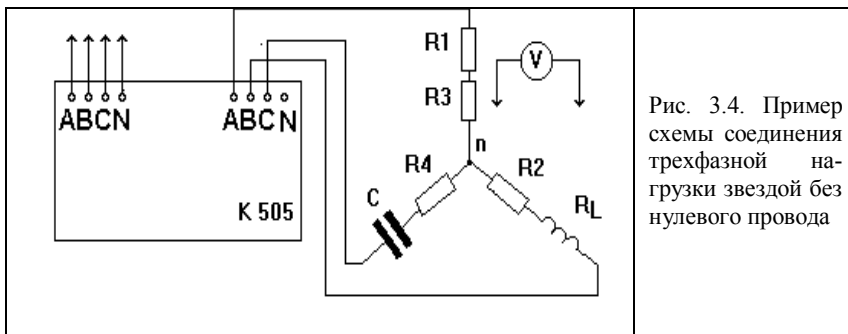
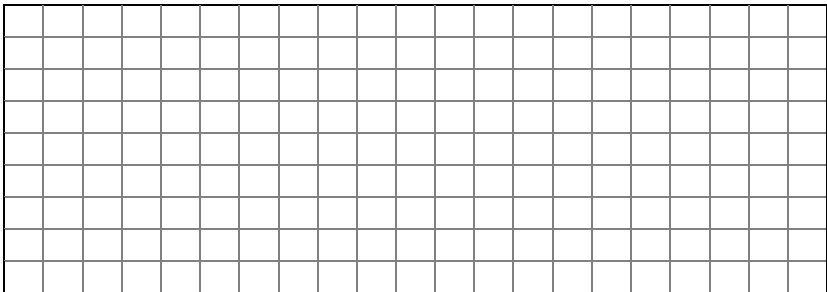

Рис. 3.4. Пример схемы соединения трехфазной нагрузки звездой без нулевого провода
Рис. 3.5. Сетка для схемы измерения параметров трехфазной активно-реактивной нагрузки, соединенной звездой без нулевого провода
6. Составить и изобразить в рабочей тетради (сетка для рис. 3.5) одну из разновидностей схем включения сопротивлений в трехфазную сеть или внести изменения в схему, представленной в качестве примера на рис. 3.4.